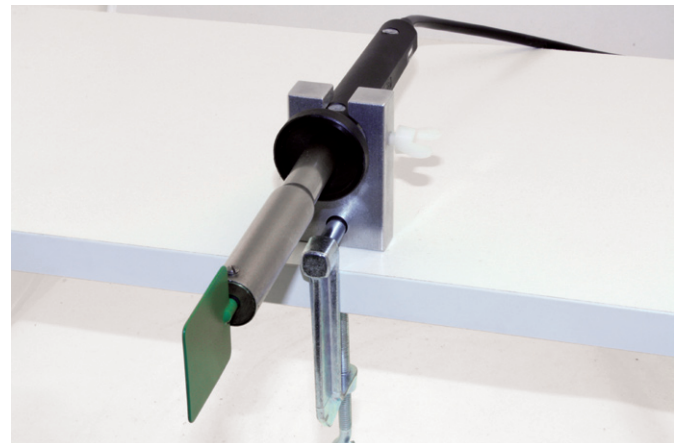

Abb. 2
- 2 LötKolbenhalterung an Tisch, Werkbank o.ä. anschrauben, LötKolben mit eingesetztem Schweißspiegel so daran befestigen, dass der Schweißspiegel senkrecht steht. (Abb. 2)